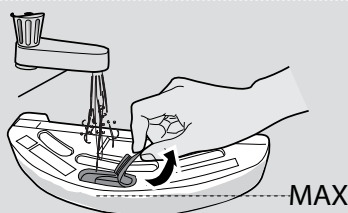

Fig. 14
2. Öppna vattentankens gummlöck, fyll upp med vatten och stäng den igen. [Fig. 14]